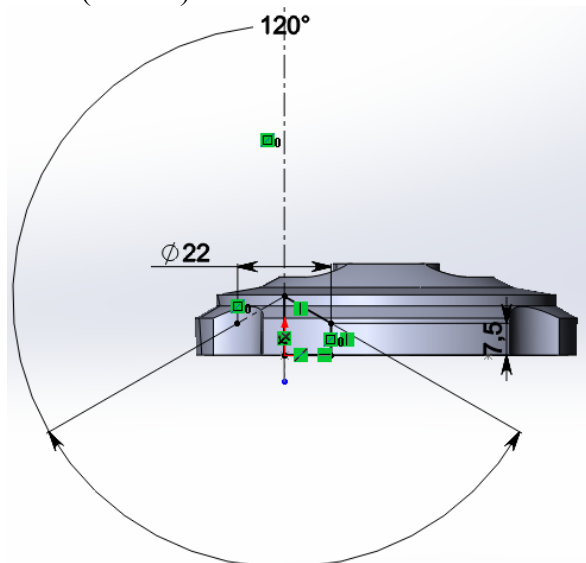

Рис. 24. Ескіз для конусних вирізів з основою з діаметром 22мм
19. Знову створимо новий ескіз (Рис.24)